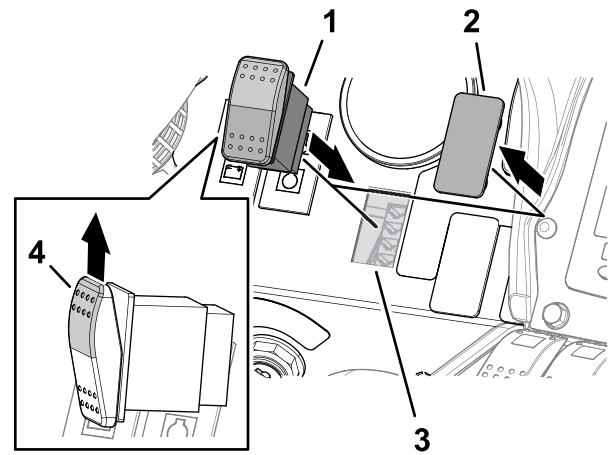

Figure 85
1. Retirez l'obturateur du tableau de bord comme montré à la Figure 85.
2. Alignez le commutateur à 2 positions en veillant à ce que l'épaulement du commutateur (Figure 85) soit aligné avec le haut du tableau de bord.
3. Insérez le commutateur à 2 positions dans le trou du tableau de bord (Figure 85).